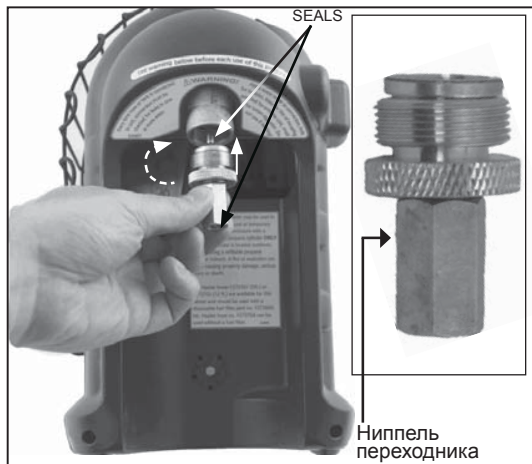

Рисунок 4: Бутановый переходник
- Рисунок 4. Не пользуйтесь прибором с поврежденными или нечеткими пломбами, а также при обнаружении утечки, повреждений или неполадок в работе.
стрелке в регулятор переносного обогревателя (снизу) до отказа. См. рисунок 4. При данном способе соединения не рекомендуется использовать резьбовой герметик. Введите баллон с бутан-пропановой смесью в переходник (по часовой стрелке). Поворот ниппеля переходника указывает на успешное присоединение баллона. После этого установите баллон на стойку.